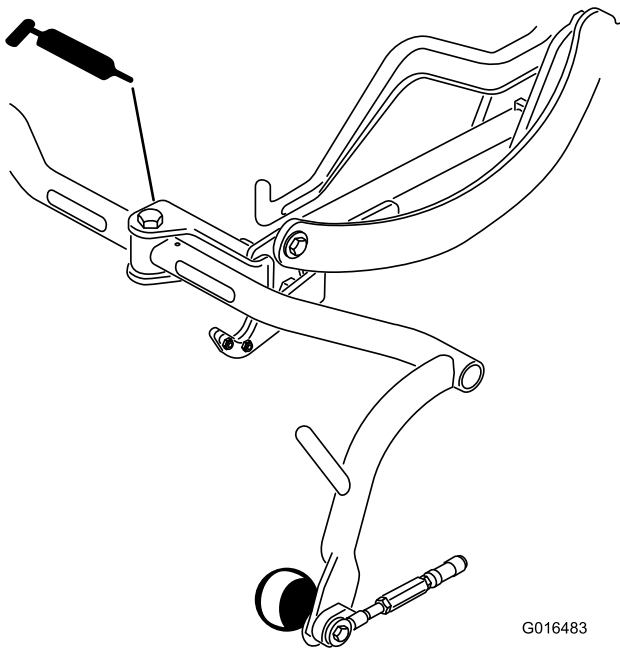

Рисунок 30
- Шарнир несущей рамы (3) (Рисунок 30)